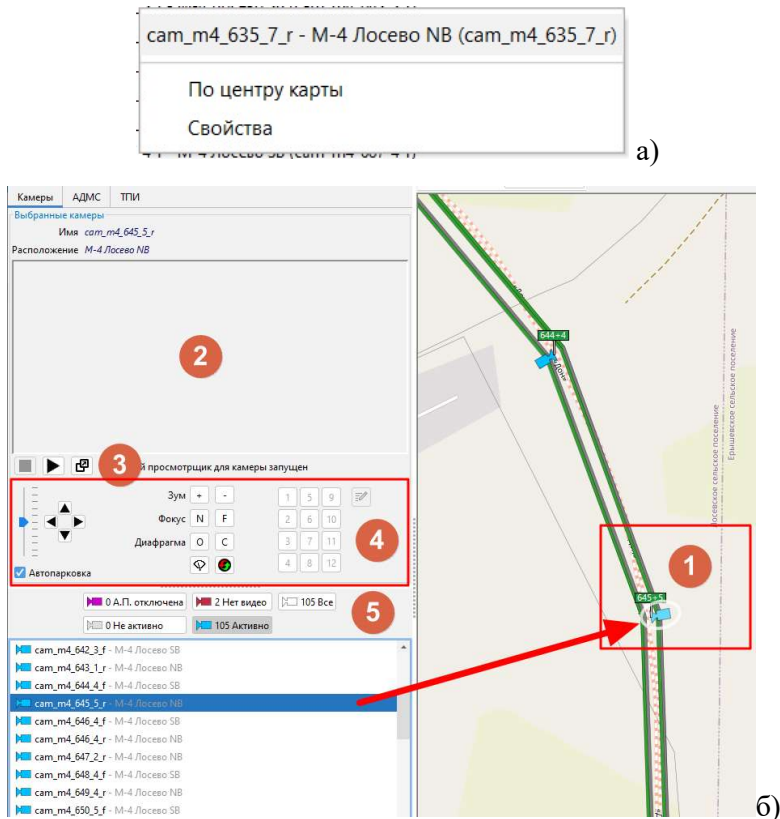

Рис. 50 Вкладка Камеры
Для мониторинга состояния автострადы используются видеокamеры с возможностью удаленного панорамирования/наклона/масштабирования (PTZ). На вкладке **Камеры** (см. рис. 50) может отображаться видео в формате Motion JPEG (MJPEG).
Затем при помощи мыши и кнопок масштабирования найти на карте требуемую камеру. Также камеру можно выбрать в области списка объектов, нажать правой кнопкой мыши на названии камеры, из контекстного меню выбрать **По центру карты** (см. рис. 50а). Пиктограмма камеры на карте будет выделена белым овалом (см. (1) на рис. 50б).